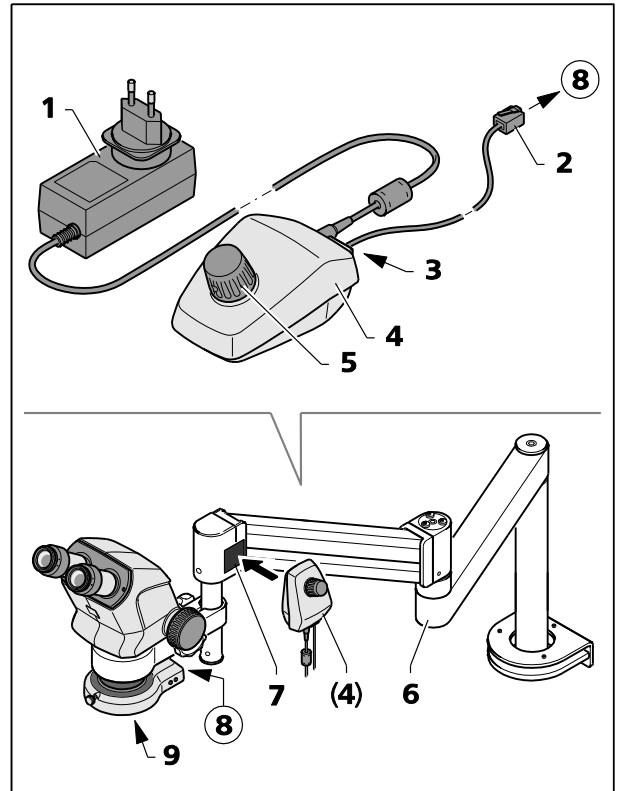

Abb. 18 Controller K LED
Der Controller K LED (Abb. 18/4) dient zum Betrieb der Ringleuchte K LED bei Verwendung von Stativen ohne LED-Elektronik (z. B. Auslegerstative B oder SDA, Bodenstativ S, Schwenkstativ U oder Tischstative K, M und N).
- Die Vorsatzoptik (Abb. 18/7) am Mikroskopkörper festschrauben.
- Die haftende Seite der Magnetplatte (Abb. 18/7) am Schwenkstativ fixieren.
- Das im Lieferumfang des Geräts enthaltene Anschlusskabel (1 m lang) (Abb. 18/2) an die Anschlussbuchse (Abb. 18/8) an der Ringleuchte und die Anschlussbuchse (Abb. 18/3) an der Rückseite des Controllers K anschließen.
- Den Controller K LED (Abb. 18/4) neben der Magnetplatte platzieren (Abb. 18/7).
- Den Controller K LED mit dem Netzteil (Abb. 18/1) an die Elektrizitätsversorgung anschließen.
- Das Schwenkstativ (Abb. 18/6) ausrichten, um eine ergonomische Arbeitsposition zu ermöglichen.
- Die Ringleuchte durch Drehen des Knopfs (Abb. 18/5) am Controller K einschalten und die Beleuchtungsintensität anpassen.